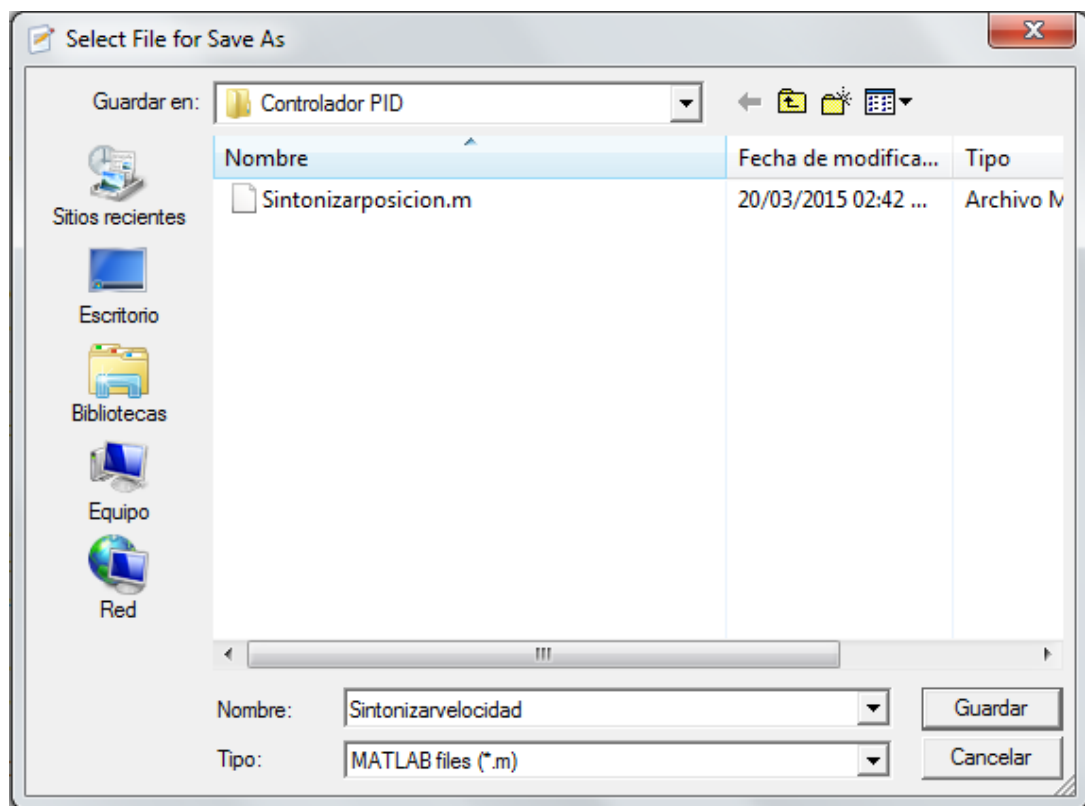

Figura 36. Guardar script para sintonización de Velocidad.
- Se genera una ventana para guardar tal como se ve en la Figura 36, nombre al archivo *SintonizarVelocidad* y guárdelo en la carpeta *ControladorPID*.